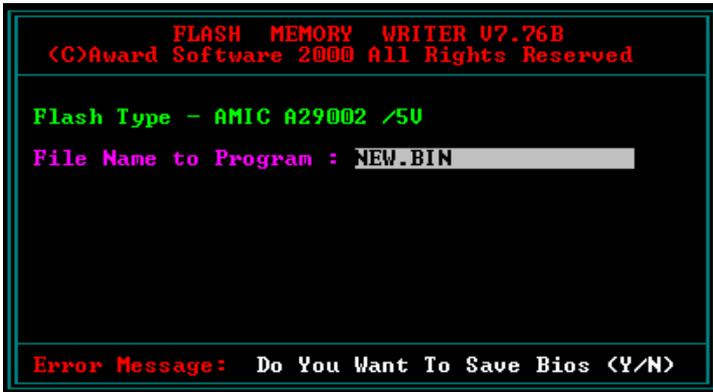

Рис. 23.2. При вводе имени файла с текущей прошивкой не забудьте про расширение
4. После того как программа проверит целостность файла с новой версией BIOS, вам будет предложено сохранить старую версию в файл на диске (рис. 23.2).